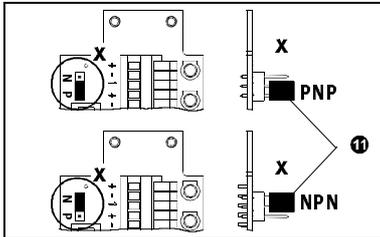

Bild 7/Fig. 7
- Positionieren Sie den Jumper ① gemäß Bild 7 für positivschaltende Sensoren (PNP; Werkseinstellung) oder nullschaltende Sensoren (NPN).
- Position the jumper ① as shown in Fig. 7 for positive-switching sensors (PNP; factory setting) or negative-switching sensors (NPN).